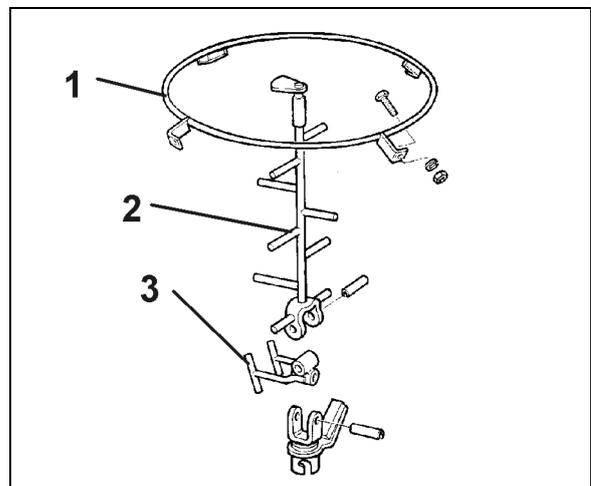

Fig. 17
1. Avvitare l'anello guida (Fig. 17/1) ai fori presenti nel serbatoio.
2. Fissare la parte superiore del gruppo agitatore (Fig. 17/2) con il calettatore alla parte inferiore (Fig. 17/3) .